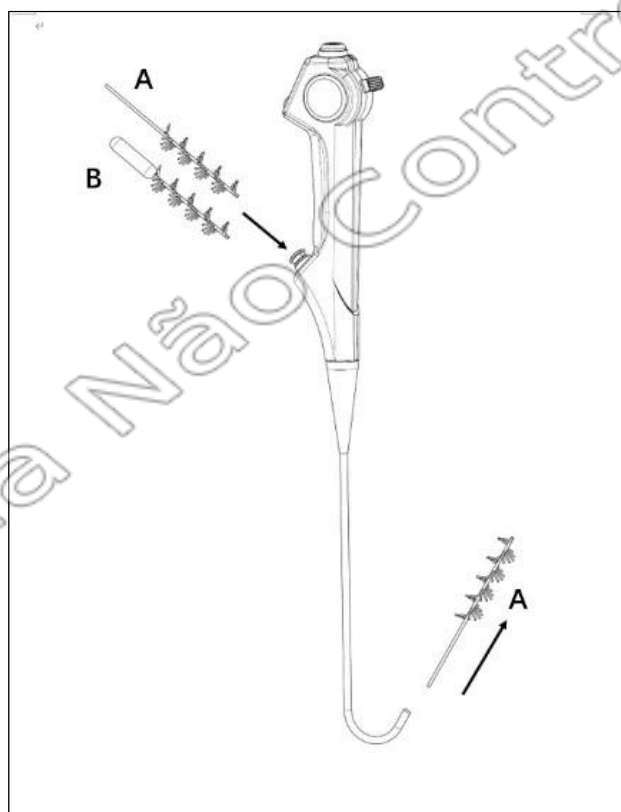

Fig. 7.9
Enquanto o Endoscópio estiver submerso, escove os canais e as portas do canal de acordo com os procedimentos a seguir (ver Fig. 7.9).
2. Insira a escova de limpeza do canal na porta do canal do instrumento, conforme ilustrado pela letra A na Fig. 7.9. Utilizando movimentos curtos, introduza cuidadosamente a escova através do canal até que ela saia pela extremidade distal do endoscópio.
1. Insira a escova de limpeza da abertura do canal na porta do instrumento conforme ilustrado pela letra B na Fig. 7.9 até a metade da seção da escova ser inserida.